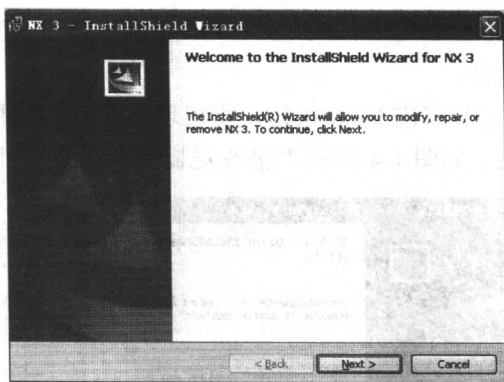

图 1-8 “安装开始”对话框
(2) 假定选择英语(美国), 单击“确定”按钮, 将弹出如图 1-8 所示“服务安装开始”对话框。